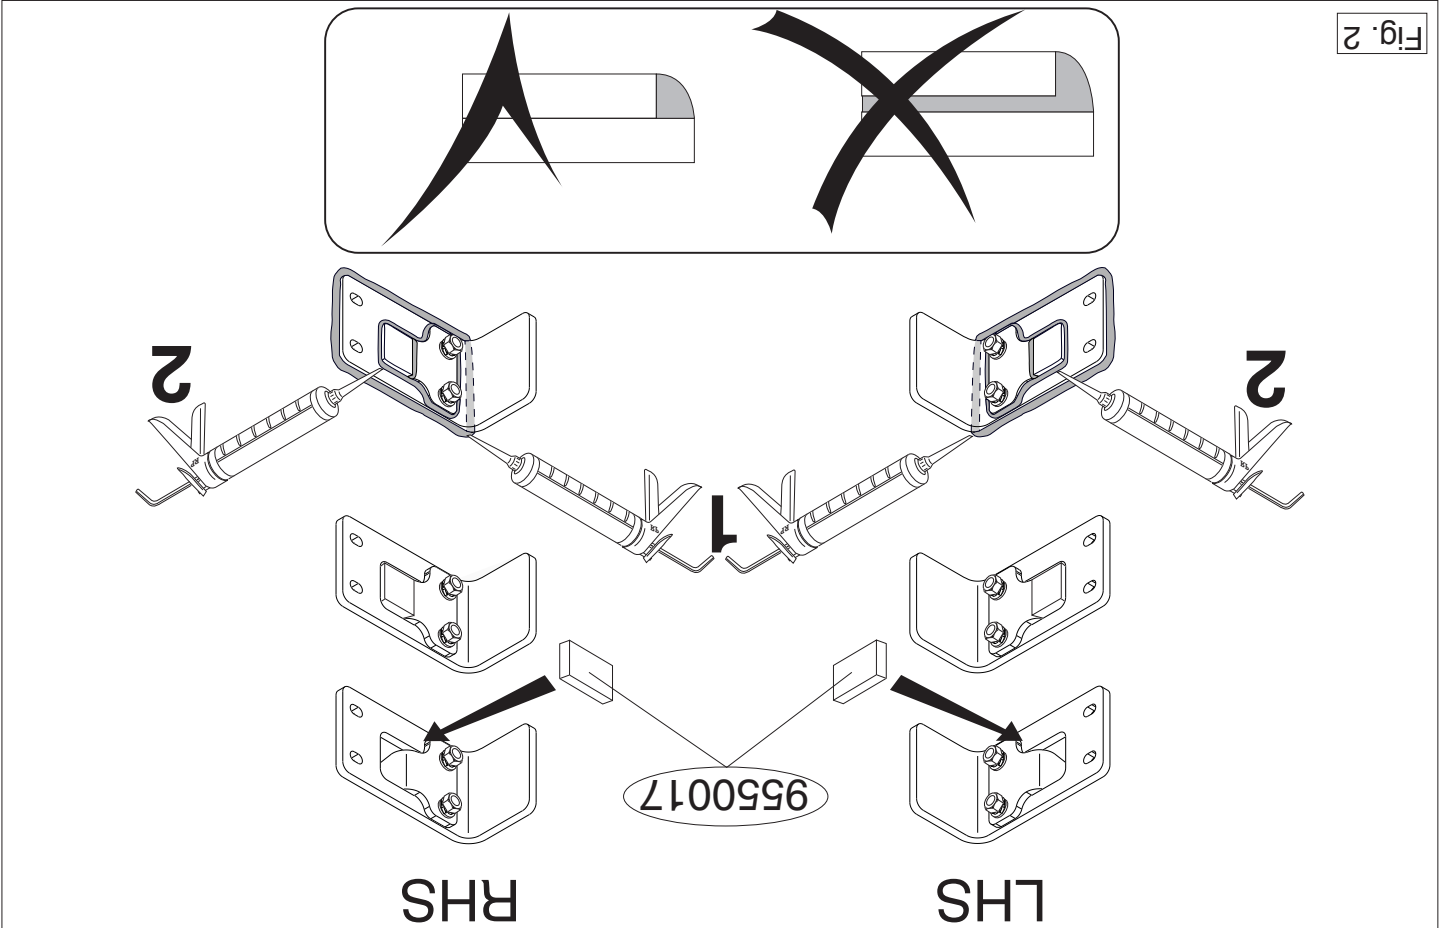

Fig. 2
10. Plaats de twee PE schuimblokken als afdichting en kit de aangegeven delen af (zie fig. 2).
10. Place the two PE foam blocks as spacers and seal the portions indicated (see fig. 2).
10. Die zwei PE-Schaumböcke als Dichtung anbringen und die angegebenen Teile kitlen (siehe Abb. 2).
10. Placer les deux blocs de mousse PE en guise de colmatage et boucher les parties indiquées (voir la fig.2).